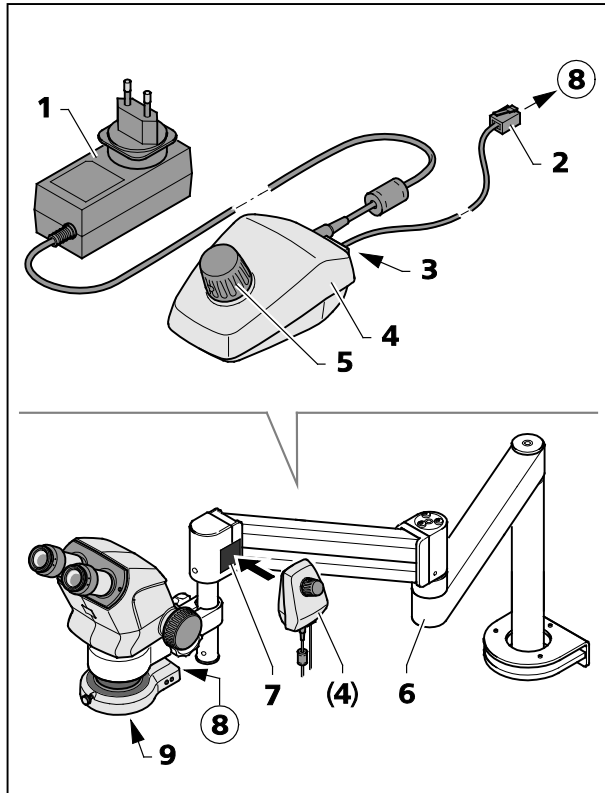

Fig. 18 Controller K LED
El Controller K (Fig. 18/4) sirve para el mando del iluminador anular al trabajar con los estativos de brazo B o U u otros estativos más.
- Enroscar el sistema óptico frontal (Fig. 18/7) al cuerpo de microscopio.
- Fijar la placa magnética (Fig. 18/7) con el lado adhesivo al estativo de brazo móvil.
- Enchufar el cable de conexión incluido en el suministro (longitud 1 m) (Fig. 18/2) en la hembra (Fig. 18/8) del iluminador anular y en la hembra (Fig. 18/3) situada al lado posterior del Controller K.
- Adaptar el Controller K (Fig. 18/4) a la placa magnética (Fig. 18/7).
- Conectar el Controller K mediante la unidad alimentadora (Fig. 18/1) a la red.
- Ajustar el estativo de brazo móvil (Fig. 18/6) de tal forma para obtener una posición de trabajo ergonómica.
- Al pulsar el botón giratorio (Fig. 18/5) en el Controller K, conectar el iluminador anular y girando el botón, regular la intensidad de la luz.